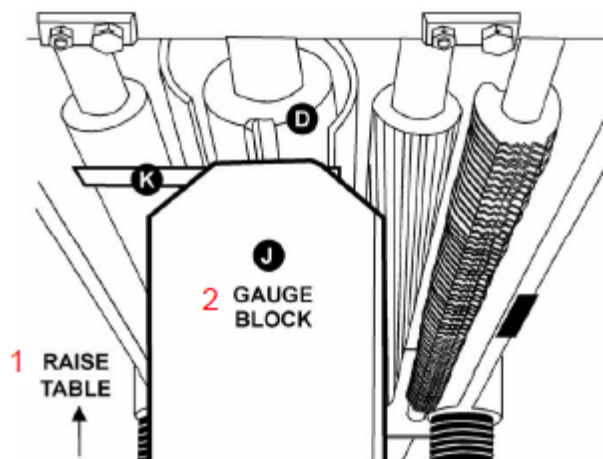

Рис. 26: 1 – подъем стола, 2 – калибр
3. Поставить калибр (рис. 26, J) на стол непосредственно под режущий вал (рис. 26, D). Пользуясь щупом толщиной 0,5 мм (рис. 26, K), помещенным сверху калибра, поднимать рабочий стол до тех пор, пока нож не соприкоснется со щупом при нахождении ножа в самой нижней точке. Больше не перемещать рабочий стол, пока не будет выполнена регулировка отводящего ролика.